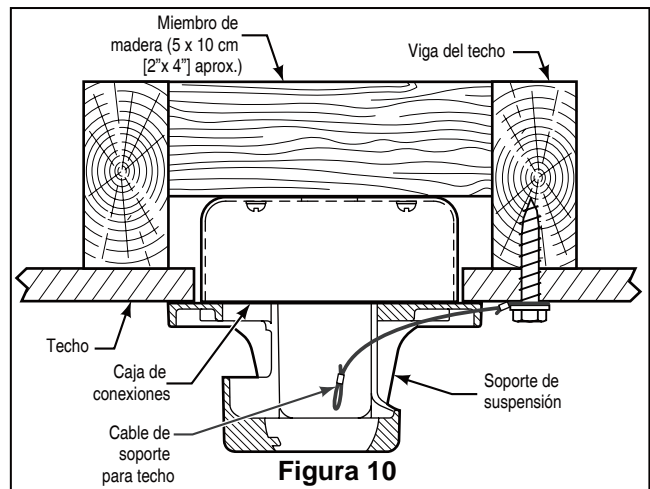

Figura 10
1. Fije bien la abrazadera para colgar a la caja de salida con los tornillos y las arandelas provistas con la caja de salida. (Figura. 10)
2. Perfore un orificio de 1/4" en la estructura del edificio para evitar grietas con la instalación del tornillo de intervalo. Utilice el tornillo de intervalo de 3/8"x 2" y la arandela plana para fijar el cable de seguridad a la viga del techo o a la estructura de madera. Dicho tornillo pasará a través de arandela plana, la presilla del cable de seguridad y se fijará en la estructura del edificio. (Figura. 10)
NOTA: el cable de soporte para techo no se puede asegurar solamente a la caja de conexiones; se debe asegurar directamente a la viga de techo o miembro estructural con el tornillo de cabeza cuadrada de 3/8"x2" y la arandela plana. (Figura 10)